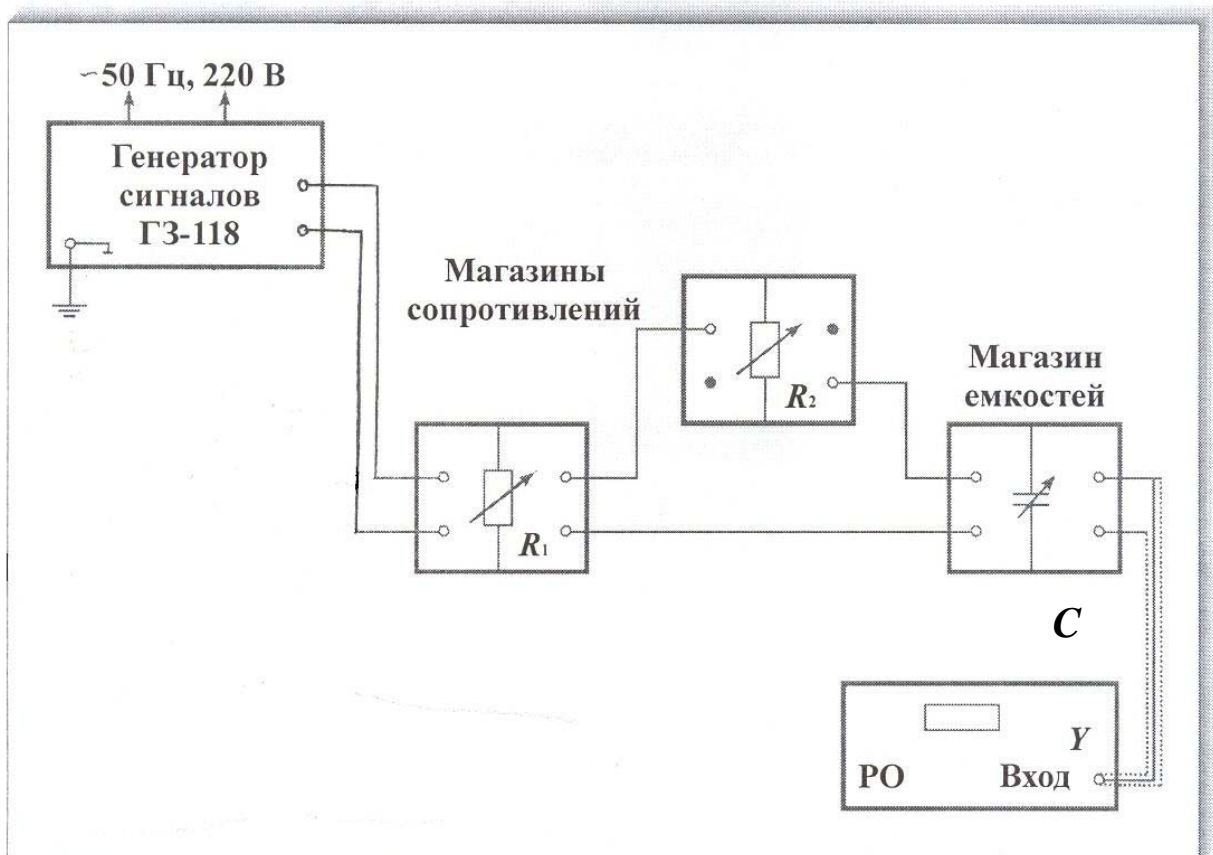

Рис. 3.1
1. Собрать электрическую схему согласно рис. 3.1.